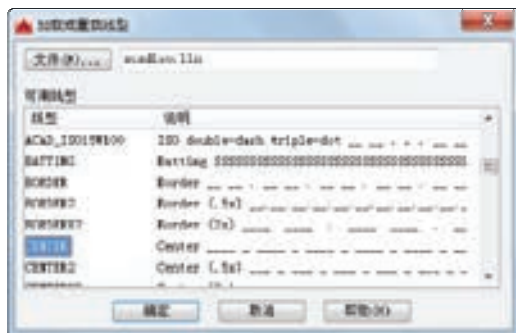

图 6-14 “加载或重载线型”对话框
- 10) 单击“中心线”层相应的“线型”单元格, 打开图 6-13 所示的“选择线型”对话框。在“选择线型”对话框中单击“加载”按钮, 打开图 6-14 所示的“加载或重载线型”对话框。在“可用线型”列表框中选择“ACAD_ISO02W100”线型, 按住 <Ctrl> 键选择“CENTER”线型, 然后单击“确定”按钮。